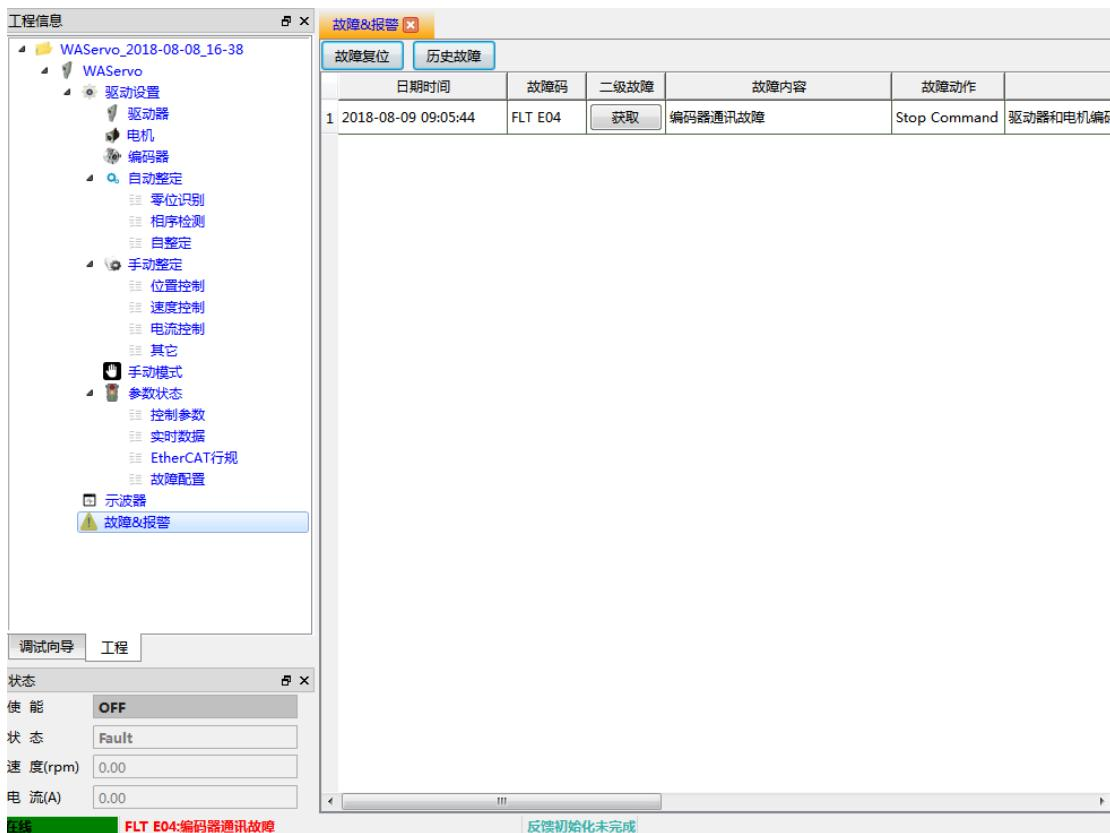

图 7-37 故障报警界面
在主界面的左下角“系统状态栏”中会实时显示驱动器的最新故障信息。如果需要查看完整的故障信息，可以在左侧的“工程信息”窗口的树状结构中点击“故障&报警”节点，也可以在“工作栏”中点击“△故障&报警”按钮，打开“故障&报警”标签页。在该页面中可查看详细的故障信息，有些故障还包括“二级故障”，如图 7-37 所示。
- 遇到不太熟悉的故障时，可先仔细阅读“故障内容”描述和“故障诊断”提示获取排查思路，如图 7-37 所示。若实在无从着手，可直接咨询我司技术支持人员。